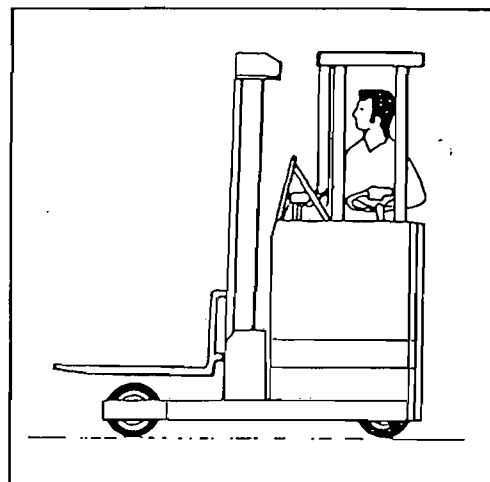

Abb. 7
2. Gabel vom Boden anheben (Abb. 7).